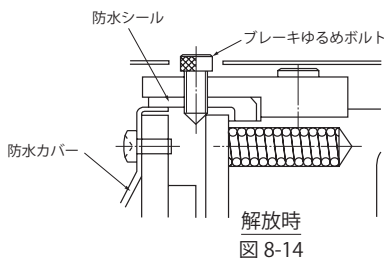

図 8-14
- (1) 対角 2 ヶ所のブレーキゆるめボルトを一旦外し、手動解放防止用スペーサを取り除いた後、再度ボルトを六角スパナでねじ込んでいくとブレーキは解放されます。この時ブレーキゆるめボルトを回し過ぎないようにしてください。(ブレーキが解放されたか確認しながらブレーキゆるめボルトを回してください。)(図 8-14、8-15 参照)